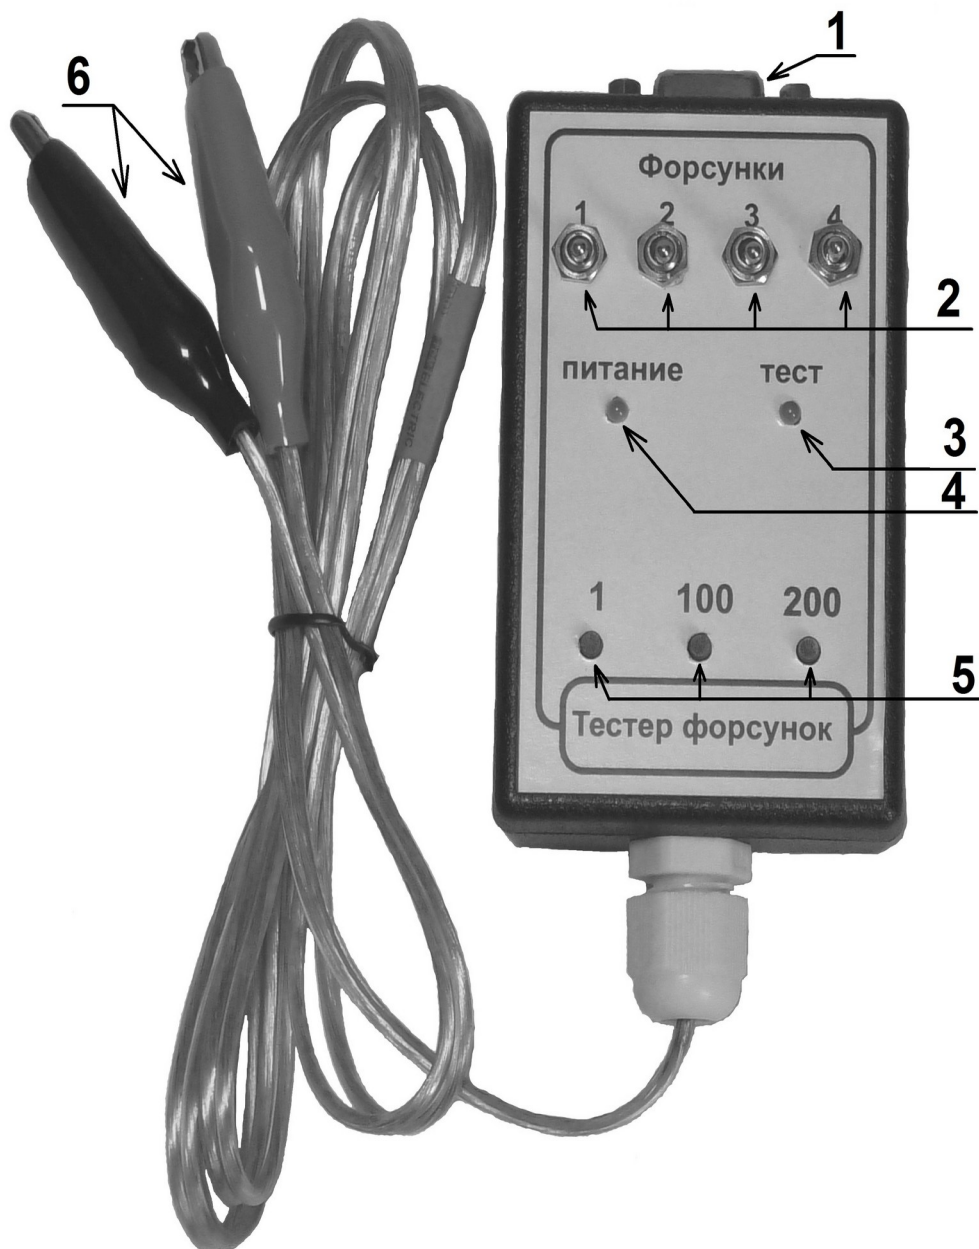

Рисунок 2 — Внешний вид тестера форсунок
Конструктивно тестер форсунок (Рисунок 2) выполнен в пластмассовом корпусе, внутри находится печатная плата с установленными на нее электронными компонентами. На лицевой панели корпуса находятся: тумблеры для выбора форсунок (2), кнопки выбора режима выдачи импульсов (5),